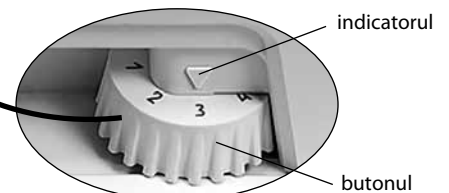

Figura 3 — Reglarea temperaturii
**1.5** Funcția de reglare a temperaturii în frigider, în conformitate cu Figura 3 este controlată cu ajutorul butonului de reglare a temperaturii (în continuare - buton), care se află sub masca frigiderului. Butonul se rotește în sensul acelor de ceasornic sau în sensul contrar al acestora și are diviziuni numerice. Diviziunea "1" corespunde celei mai joase setări de temperatură (răcire minimă) în camera frigorifică, diviziunea "7" – celei mai înalte setări de temperatură (răcire maximă). Pentru a regula temperatura, setați diviziunea butonului sub indicator.
Deschideți ușa CF. La prima conectare este recomandat să instalați sub indicator diviziunea „3” sau „4” a butonului în conformitate cu Figura 3. Închideți ușa CF.